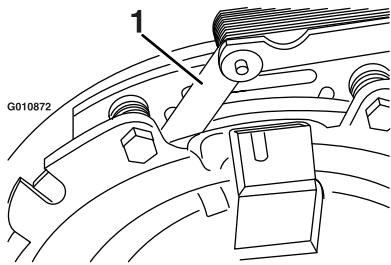
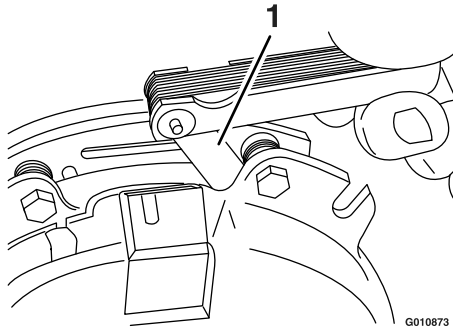

Figura 74
Figura 75
- E. Usando una galga de 0,25 mm, compruebe la presencia de un espacio entre el rotor y la cara de la armadura en ambos lados del polo del freno, según se indica en Figura 74 y Figura 75.